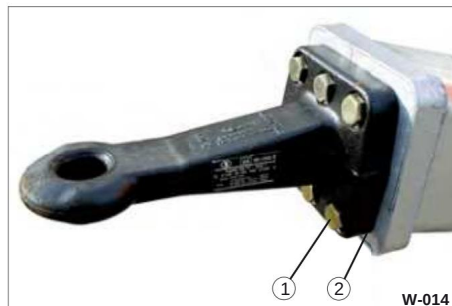

Fig. 17 Zugsen-forbindelse
• Spænd skrueboltene (fig. 17/1) på tværs.